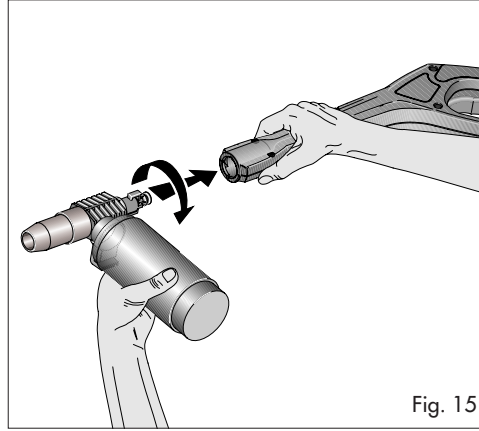

Fig. 15
3. Install detergent spray bottle assembly. (Fig. 15) See page 15.
3. Instale la botella de pulverización de detergente. (Fig. 15). Véase pág. 15.